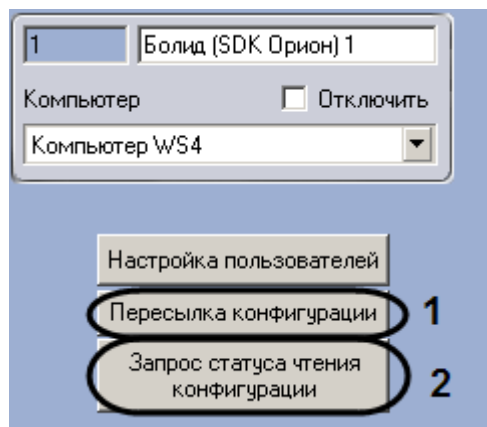

Рис. 3.3—24 Панель настроек объекта Болид (SDK Орион)
6. Перейти на панель настроек объекта **Болид (SDK Орион)** (Рис. 3.3—24).
7. Нажать кнопку **Пересылка конфигурации** (см. Рис. 3.3—24, 1).